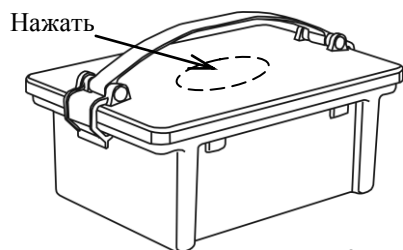

Рис. 2
- удалить лишний воздух внутри контейнера путем нажатия на середину крышки до ее прогиба внутрь на 3-5 мм. (Рис.2)